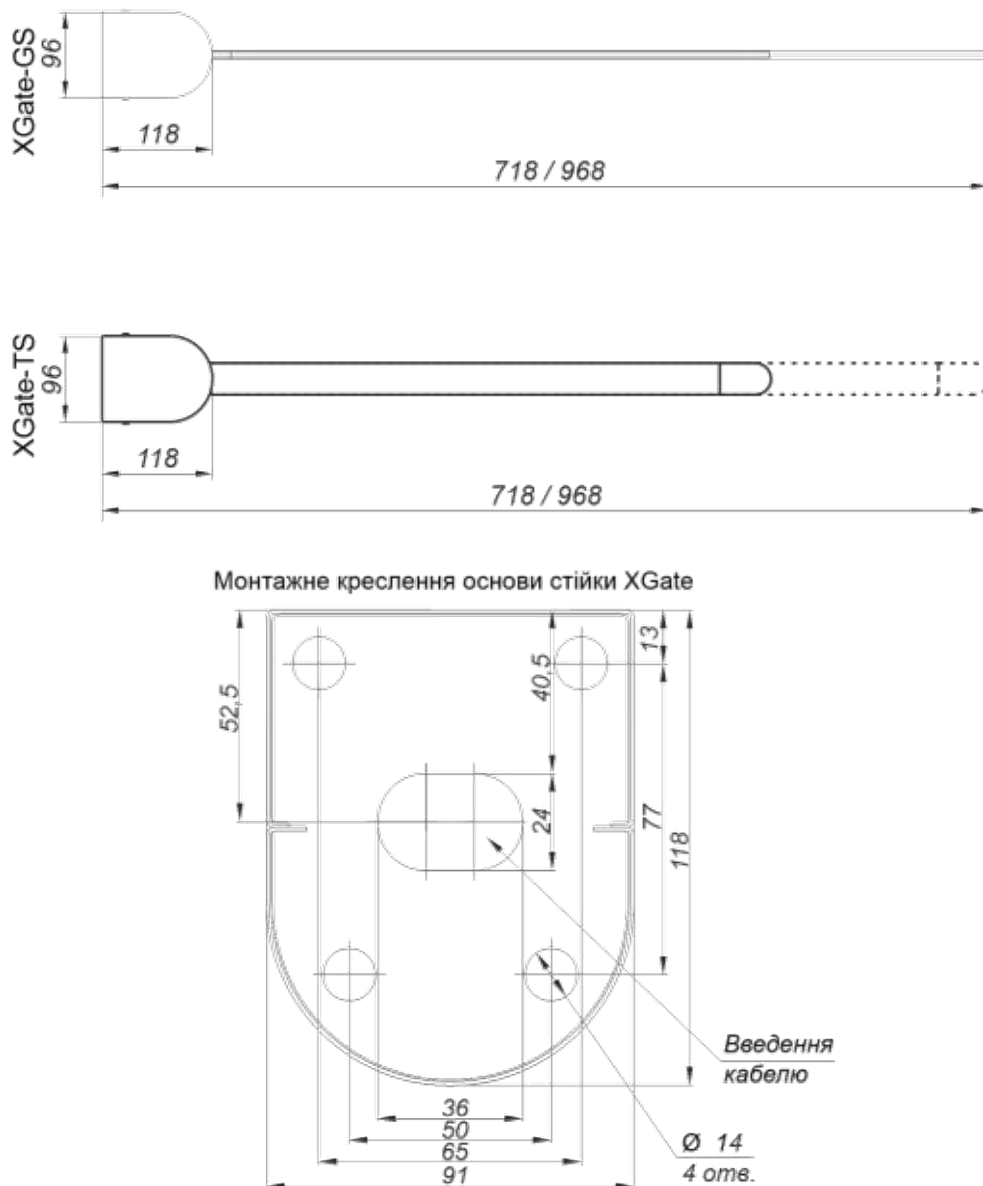

Рис.16 – Розмітка для монтажу для хвіртки XGate-TS та XGate-GS
- 4) Зробити на поверхні майданчика розмітку отворів для кріплення турнікету відповідно до *рис.16*. Як шаблон для розмітки можна використовувати власне турнікет, розміщений вертикально на місці його установки.
- 6) За необхідності прокладання кабелів під поверхнею підлоги підготуйте в підлозі кабельний канал до зони введення кабелів у стійку турнікету. Розташування зони введення кабелів вказано на схемі *рис.16*.
- Місце виведення кабелів повинно збігатися з місцем розташування отвору на монтажній основі турнікету (*рис.16*)